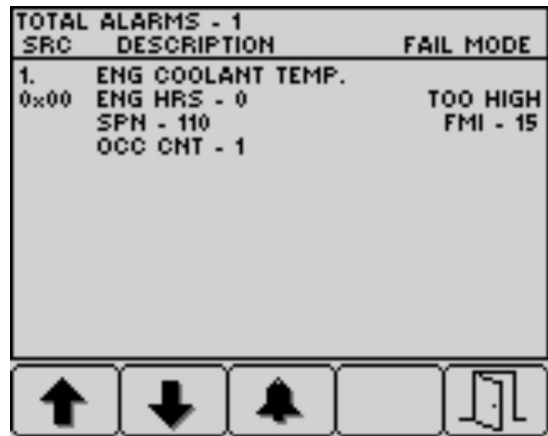

Figure 45
- Appuyez sur le bouton 5 pour quitter la liste des anomalies actives et revenir à l'écran d'accueil (Figure 45).
5. Appuyez sur le bouton 5 pour quitter la liste des anomalies actives et revenir à l'écran d'accueil; voir Figure 45 sous Messages d'avertissement du moteur \(page 43\).